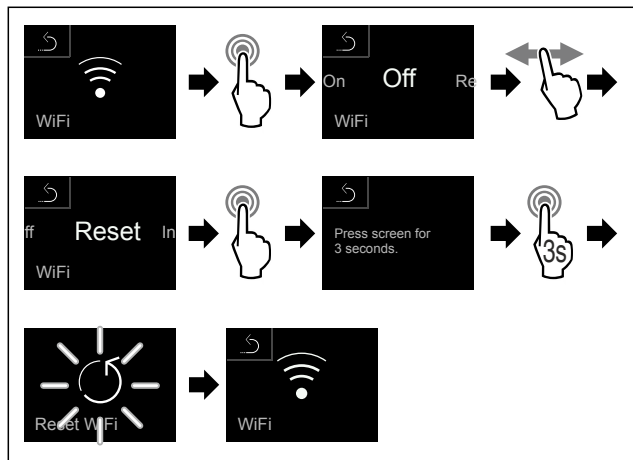

Fig. 98
- ▶ Выполните шаги действия (см. Fig. 98).